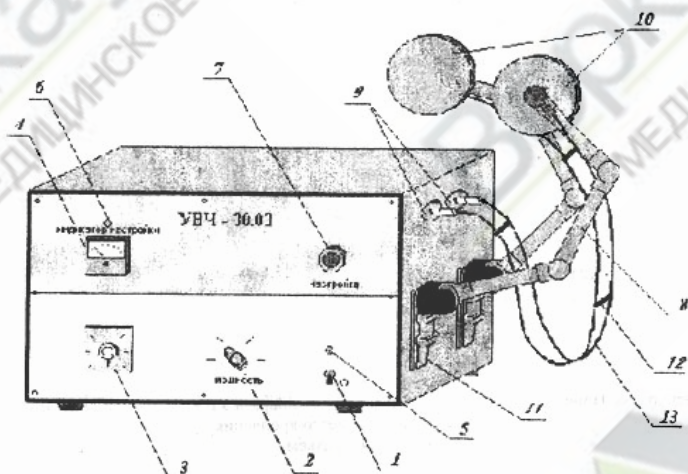

Рисунок 1. Общий вид аппарата для УВЧ-терапии переносной УВЧ-30.03-«Нан-ЭМА».
- 4.6. На лицевой панели аппарата (рис. 1) расположены:
- 6.5. Установите тумблер 1 СЕТЬ и ручку переключателя 2 МОЩНОСТЬ в выключенное положение «0» (см. рисунок 1).